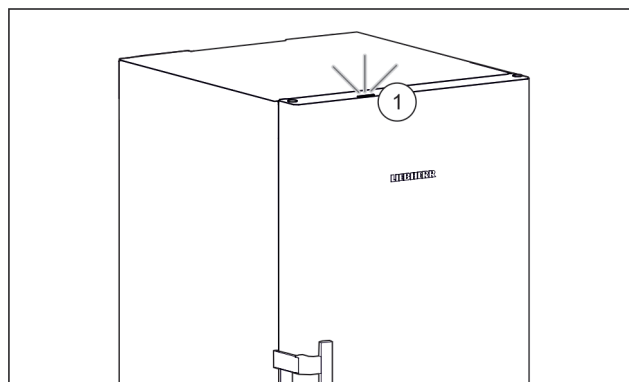

Fig. 36 Активная лампа статуса при закрытой двери
- ▷ Лампа статуса Fig. 36 (1) активирована.